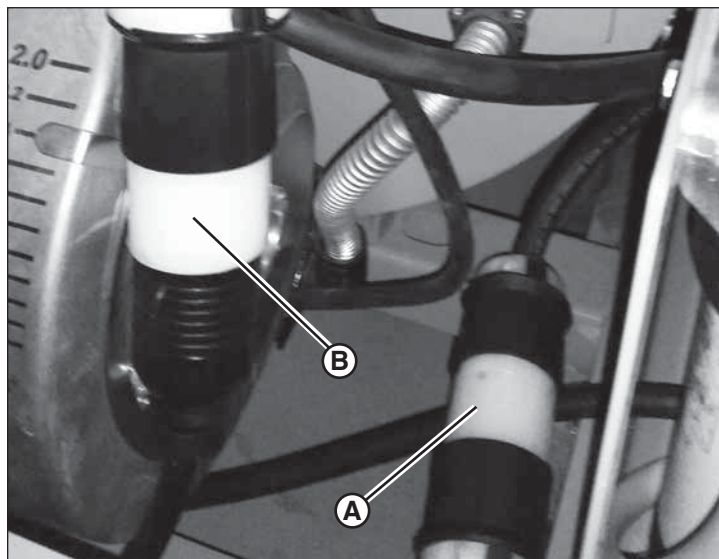

Figura 21
3. Ubique la conexión eléctrica cerca del piso del compartimiento de acceso de control del calentador (A, Figura 21). Desconecte la conexión.
*NOTA: Use el conector especificado (A). No use el conector que va directamente hacia la caja de alimentación del calentador (B).*